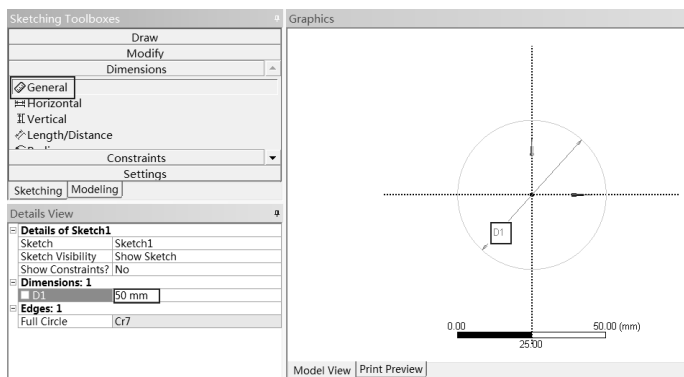

图 2-46 尺寸标注
Step8：尺寸标注。单击 Dimensions General 按钮，此时 General 按钮处于凹陷状态，表示一般性质的标注被选择，如图 2-46 所示，单击刚才绘制的圆，然后在 Details View